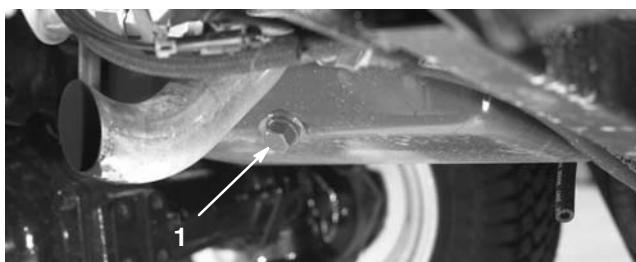

Bild 46
- Entfernen Sie eine Ablassschraube (Bild 46) und lassen das Öl in ein Auffanggefäß ab. Schrauben Sie die Ablassschraube wieder ein, nachdem das Öl abgelaufen ist.